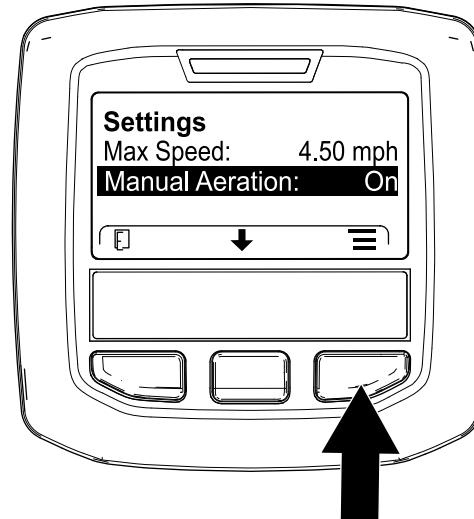

Figure 124
5. Appuyez sur le bouton central de l'InfoCenter jusqu'à ce que l'option MANUAL AERATION (aération manuelle) soit sélectionnée, puis appuyez sur le bouton droit (Figure 124) pour régler l'aération manuelle sur ON (activée).